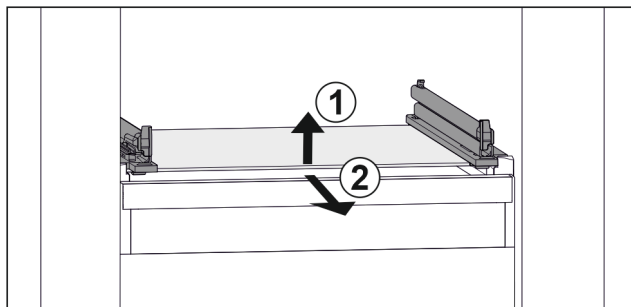

Fig. 73 Vejledende visning af glaspladen
- ▶ Løft glaspladen foran. Fig. 73 (1)
- ▶ Tag glaspladen ud fremefter. Fig. 73 (2)